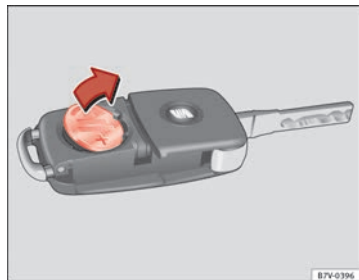

Fig. 16 Chave do veículo: retirar a pilha.
- Extraia a pilha do compartimento com um objecto fino adequado ⇒ Fig. 16.
- Coloque a nova pilha no compartimento, pressionando-a tal como se mostra ⇒ Fig. 16, no sentido contrário ao da seta ⇒ ②.